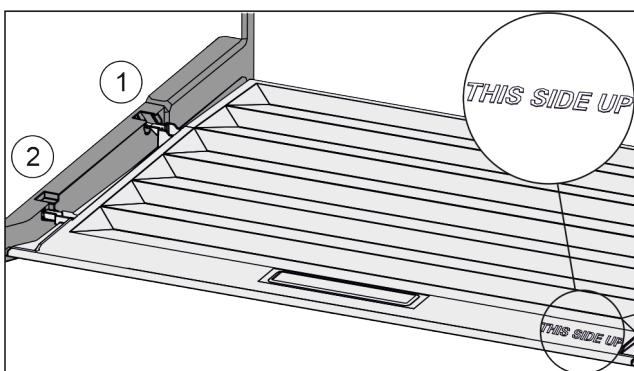

Fig. 39
- Пъхнете шийките на капака през отвора в задния държач Fig. 39 (1) и фиксирайте отпред в държача Fig. 39 (2).